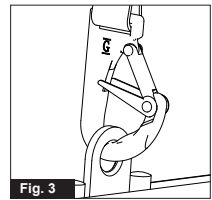

Fig. 3
3. GH2 – le mousqueton sur la sangle de levage doit toujours être mis en place de manière à ce que le frein soit enclenché (voir figure 3).